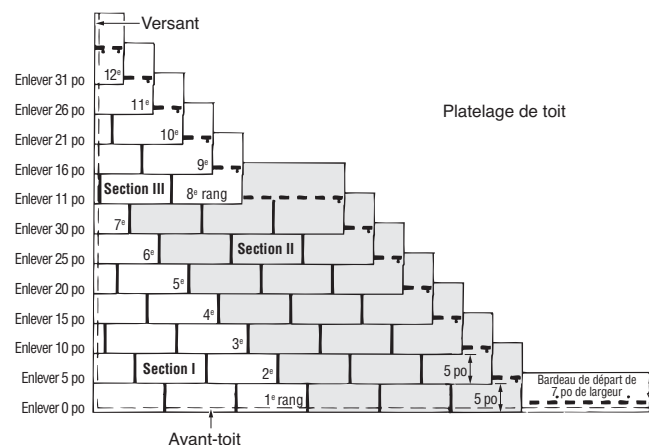

Figure 10-9 : Méthode de pose diagonale à cinq pouces
1. Pour commencer la deuxième rangée, coupez 5 po du côté gauche d'un bardeau et posez la pièce de 31 po restante par-dessus le bardeau de la première rangée, en affleurant le bord gauche du bardeau de la première rangée et en laissant 5 po de la première rangée exposés (Figure 10-9).
3. Posez la section II de la façon illustrée à la Figure 10-9, en aboutant des bardeaux entiers aux bardeaux des sept rangées de la section I. Il faut poser les bardeaux de la section II avant de passer aux rangées 8 à 12 (section III). Ces bardeaux de la section II doivent être aboutés aux bardeaux de la section I qui ont commencé les rangées un à sept. Fixez tous les bardeaux de la manière habituelle.
1. Pour commencer la huitième rangée, coupez 11 po du côté gauche d'un bardeau et posez la pièce de 25 po restante par-dessus le bardeau de la septième rangée, en affleurant le rebord gauche de celle-ci et en laissant 5 po de la septième rangée exposés (Figure 10-9).